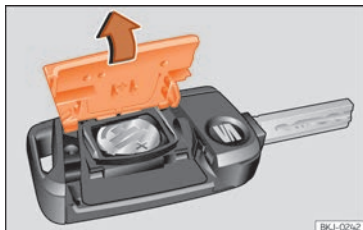

Fig. 133 Clé du véhicule : ouvrez le cache du logement des piles.
- Retirez le couvercle de la partie arrière de la clé du véhicule » » » fig. 133 dans le sens de la flèche » » » ❶.
- Placez le couvercle comme indiqué » » » fig. 133, et appuyez-le sur le boîtier de la clé du véhicule dans le sens contraire de la flèche jusqu'à ce qu'il s'encastre.